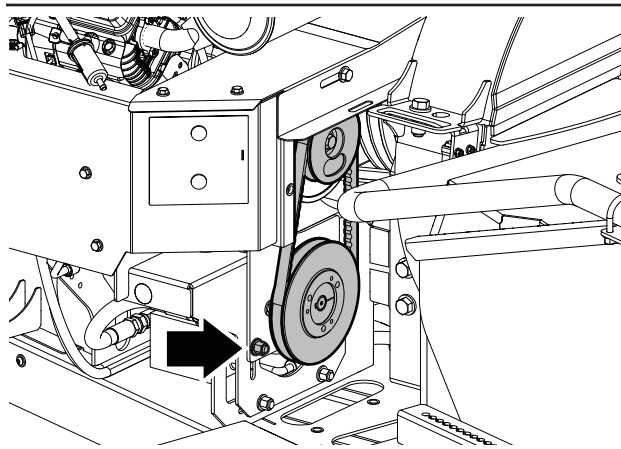

Fig. 50 – Attaches de plaque de montage de pompe hydraulique
2. Desserrez, mais ne retirez pas les fixations sur la plaque de montage de la pompe hydraulique. Consultez la Fig. 50.
3. Desserrez les fixations de la plaque de montage de la pompe hydraulique. Consultez la Fig. 50 à la page 70.